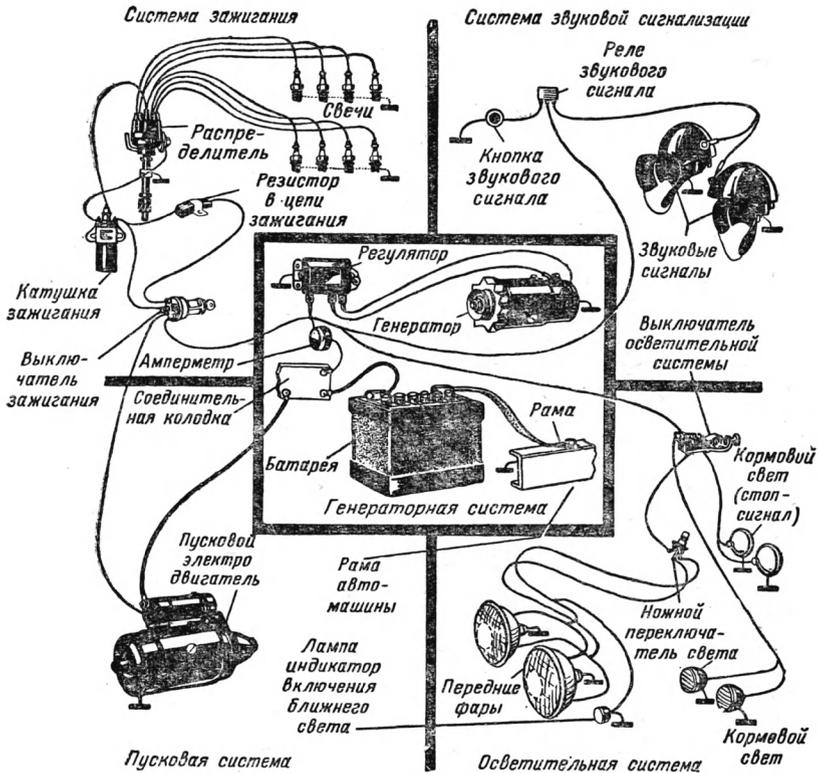

Рис. V.118. Типичная электрическая схема автомашины. Она состоит из 5 основных систем.
**Назначение электрической системы.** В автомашине электрическая энергия служит для многих целей: для запуска двигателя; для питания фар, освещающих дорогу; для зажигания горючего, которое при сгорании сообщает энергию двигателю машины; для питания таких приборов, как указатель уровня горючего, термометр и масляный манометр; для питания световой сигнализации, например стоп-сигнала и сигнала поворота, и для питания многочисленных вспомогательных приборов: радиоприемника, звуковых сигналов, обогревателя и т. п. Полная электрическая схема автомашины показана на рис. V.118.